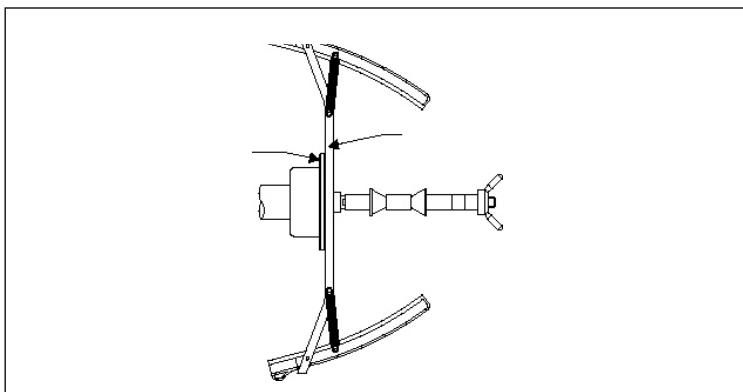

图 F4.1 安装摩夹到平衡轴上。将摩夹上的”螺纹固定孔”与平衡轴上的”固定孔”对齐。
- 2) 如图 F4.1 所示将摩托车轮胎夹具安装在平衡轴上。